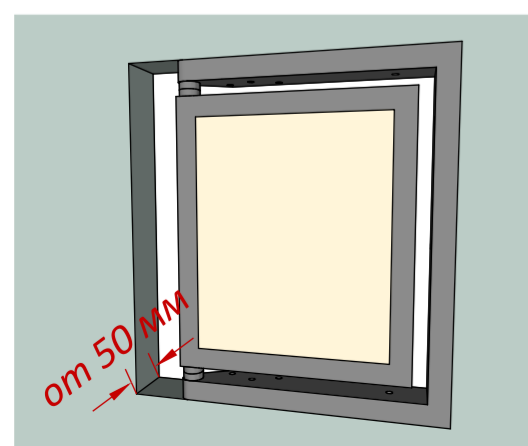
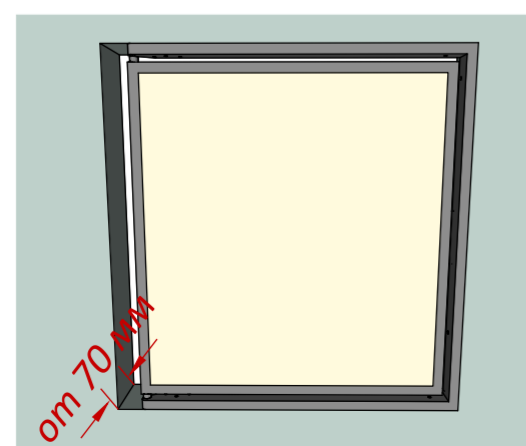
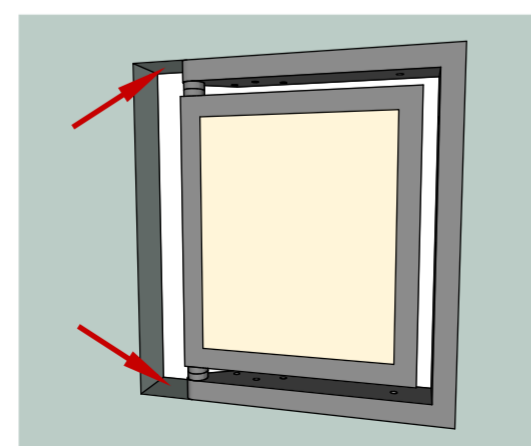

Рис. 1
Рис. 2
Рис. 3
- Глубина (толщина) проёма должна быть: для люков менее 600*600 мм = минимум 50 мм (рис.1); для люков более 600*600 мм = минимум 70 мм (рис.2).
- Учитывайте вес люка, чтобы каркас Вашего проёма выдержал его массу (если у вас люк под плитку, то обязательно учитывайте вес клеевого слоя и плитки). Так же учитывайте, что на профильный каркас проёма нельзя наращивать больше 24мм ГВЛ или ГКЛ, иначе проём будет не достаточно крепким для люка. На нижнее и верхнее основания проёма (рис.3) приходится вся нагрузка, поэтому они должны быть изготовлены из надежного материала:
2. Учитывайте особенность расположения плитки на створке люка со стороны петель, она должна выступать на 40 мм (Рис.1) и при открывании люка эти 40 мм будут входить в проём (Рис.2) на 70 мм от лицевой плоскости люка без клея и плитки (Рис.3). Сам проём расширяем со стороны петель на 50 мм (Рис.4). Эти 50 мм покрывают: